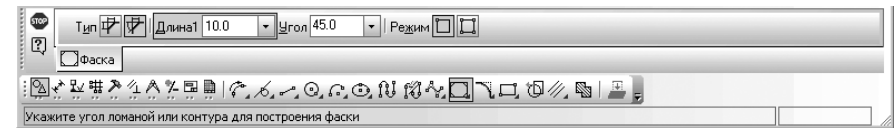

Рис. 8.135. **Панель свойств: Фаска на углах объекта,**
**Панель свойств: Фаска на углах объекта, Компактная панель**, с нажатой кнопкой  **Фаска на углах объекта**, и строка сообщений показаны на рис. 8.135.